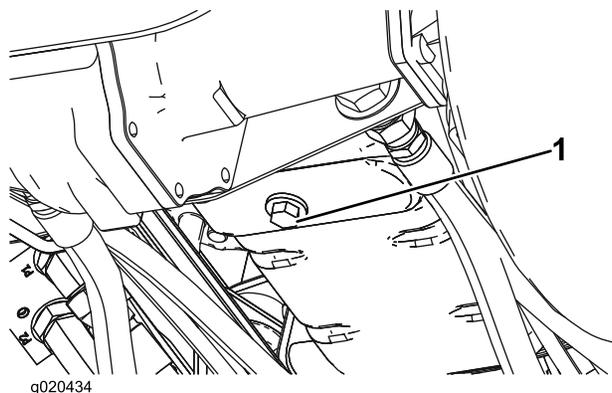

Рисунок 51
1. Снимите сливную пробку (Рисунок 51) и дайте маслу стечь в сливной поддон. Когда все масло будет слито, установите сливную пробку на место.